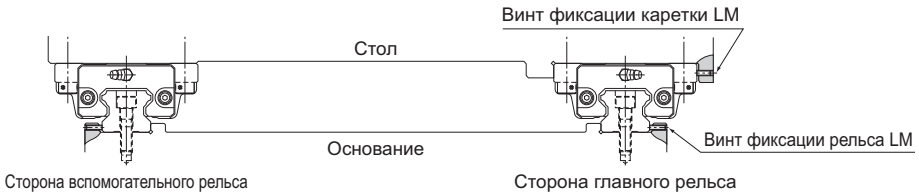

Рис.5 Если на станке имеется ударная нагрузка
- (1) Осторожно поместите стол на каретки LM и временно закрепите его установочными болтами.
- (2) Прижмите каретки LM со стороны главного рельса к боковой базовой поверхности стола при помощи фиксирующих болтов и установите стол на место. (См. Рис.5 на с.В1-91.)
- (3) Полностью затяните установочные болты на главной и вспомогательной стороне. На этом установка завершена.